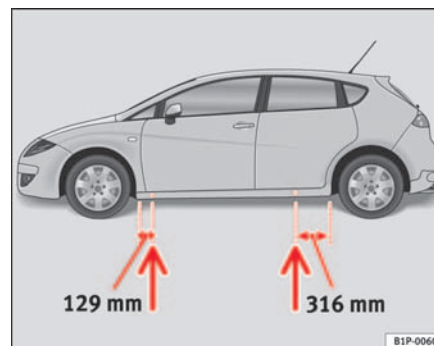

Abb. 156 Aufnahme-
- Suchen Sie den Aufnahmepunkt am Unterholm, der dem zu wechselnden Rad am nächsten liegt ⇒ Seite 236, Abb. 156.
Am Unterholm kennzeichnen jeweils vorn und hinten Eindrückungen die Stellen, an denen der Wagenheber angesetzt werden darf ⇒ Seite 236, Abb. 156. An jedem Rad ist eine Stelle für den Wagenheber vorgesehen. An anderen Stellen darf der Wagenheber nicht angesetzt werden.